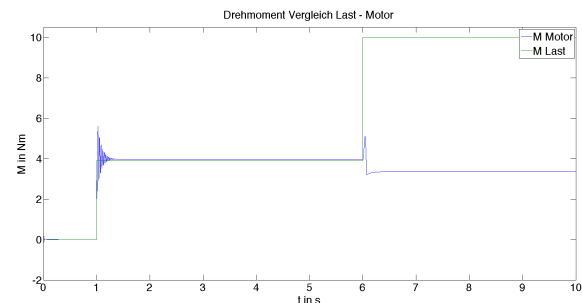

Fig. 5. Zeitlicher Verlauf des Drehmomentes
b) *Analyse der Ergebnisse:* In Figure 5 ist zu sehen das der Drehmoment des Motors und der Drehmoment der Last sich angleichen, da der Motor versucht die eingestellte Drehzahl zu erreichen. Ab Sekunde 6 ist zu sehen das der Drehmoment des Motors deutlich unter dem der Last ist. Auch wenn der Motor im ersten Moment versucht gegen die Last anzukommen bringt ihn dann die simulierte Begrenzung des Stromes wieder auf sein Haltemoment.